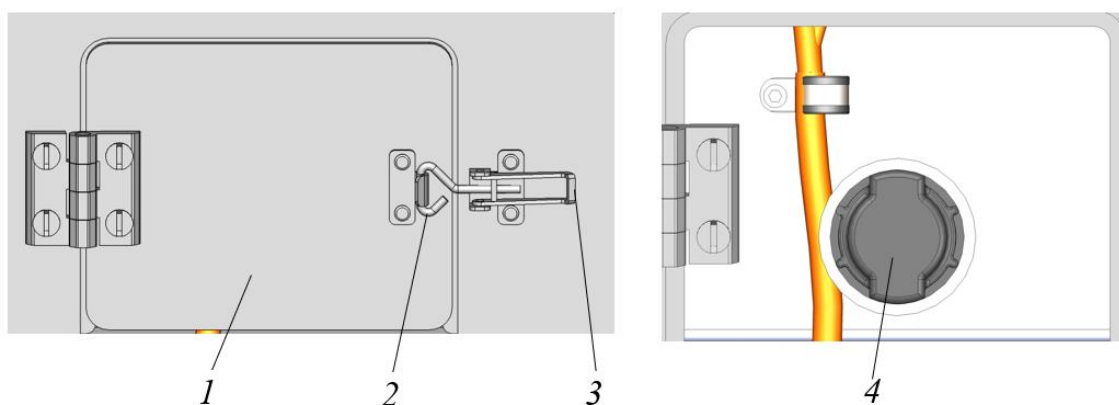

Рисунок 5.68. Лючок в лобовине рамы
► Открыть крышку лючка в лобовине рамы, см. рис. 5.68.
- ▶ Осторожно приоткрыть крышку наливной горловины 4, рис. 5.68, повернув ее против направления часовой стрелки.
- ▶ Открыть крышку наливной горловины 4, рис. 5.68.